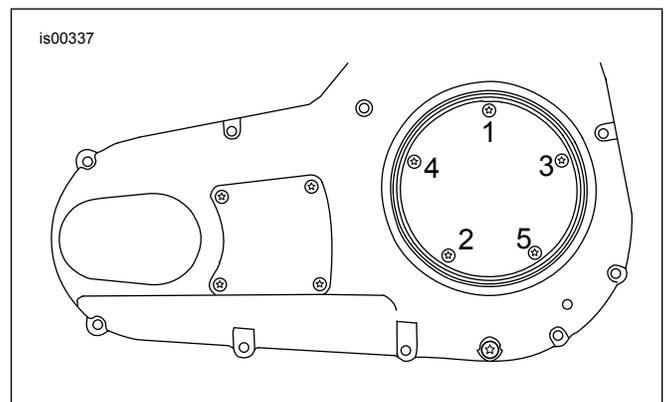

Figure 1. Séquence de serrage, couvercle d'inspection d'embrayage
5. Installer le joint et le couvercle d'inspection d'embrayage (1) sur le couvercle du carter de chaîne primaire avec les vis et les rondelles du kit. Serrer les vis à un couple de 10–12 N·m (84–108 in-lbs) en respectant la séquence indiquée à la Figure 1.